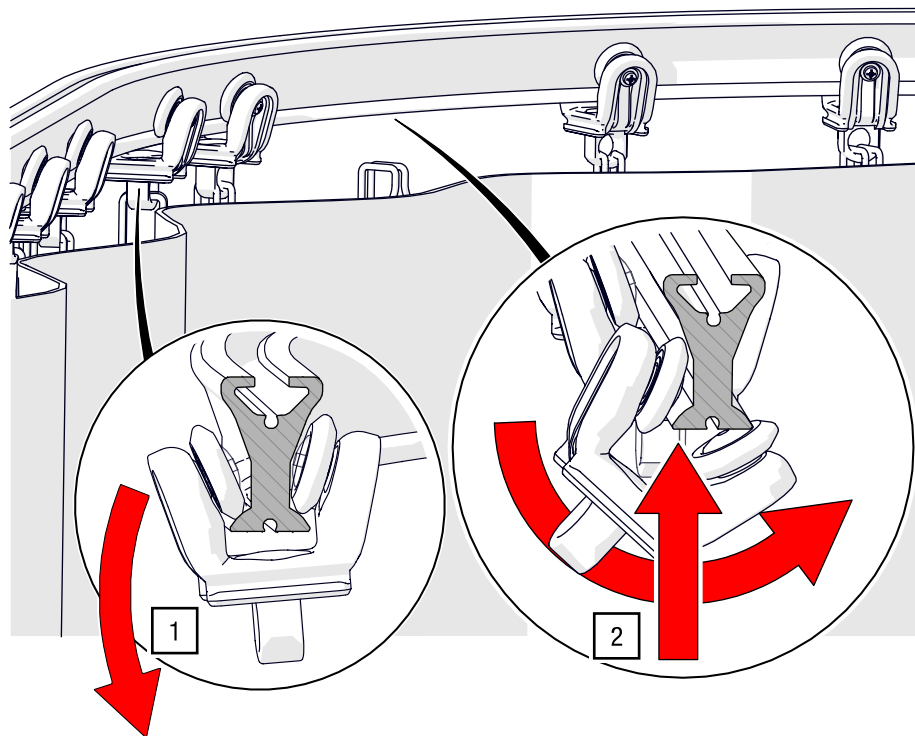

Abb. 68: 2-Rad-Laufwagen nachträglich einfügen
1. Klinken Sie den bestehenden 2-Rad-Laufwagen aus, indem Sie ihn diagonal stellen und nach unten ziehen (siehe Abb. 68).
2. Nehmen Sie den neuen 2-Rad-Laufwagen, drücken Sie ihn schräg auf das Profil und drehen Sie ihn in Neigungsrichtung, bis er einrastet (siehe Abb. 68).